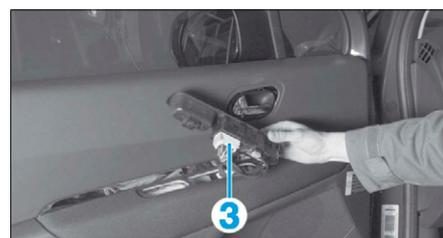

FIG. 40
- Dégrafer et écarter la platine de commande puis débrancher le connecteur (3) (Fig.40).